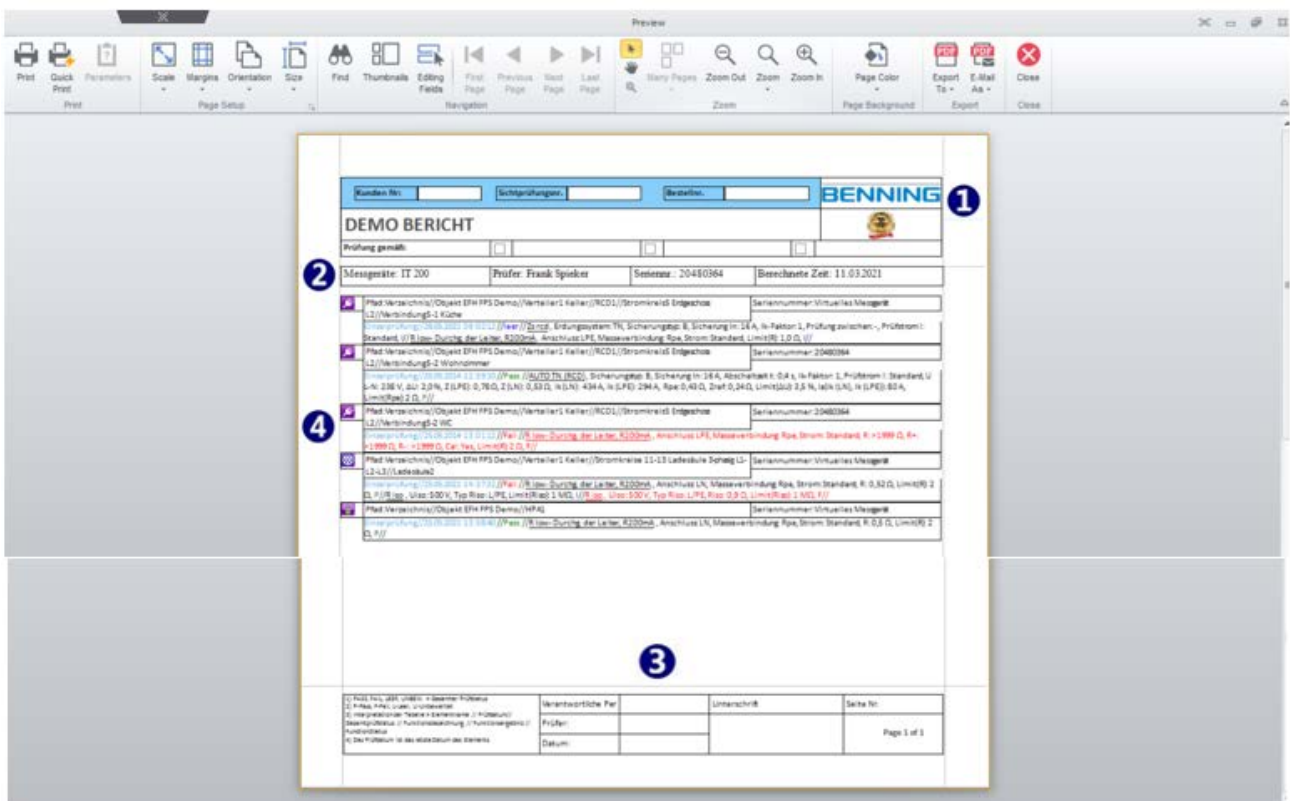

Abbildung 8.4: Druckvorschau des Basisberichts
- Klicken Sie auf  **Basisbericht** in der Funktionsgruppe „Werkzeuge“ der Home-Registerkarte, um das Druckvorschauenfenster des Berichts zu öffnen (**Abbildung 8.4**).